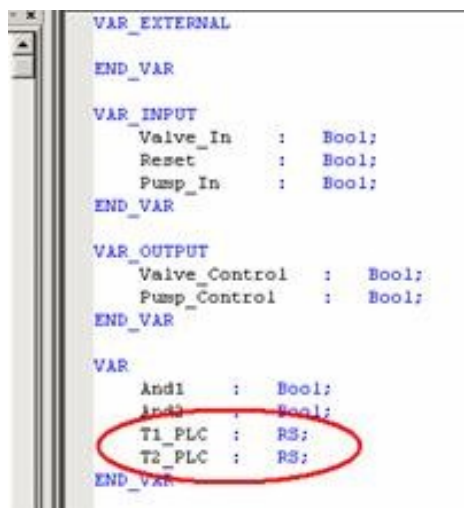

Рис.37 Описание функциональных блоков
3. Опишите функциональные блоки T1_PLC:RS и T2_PLC:RS (рис.37).